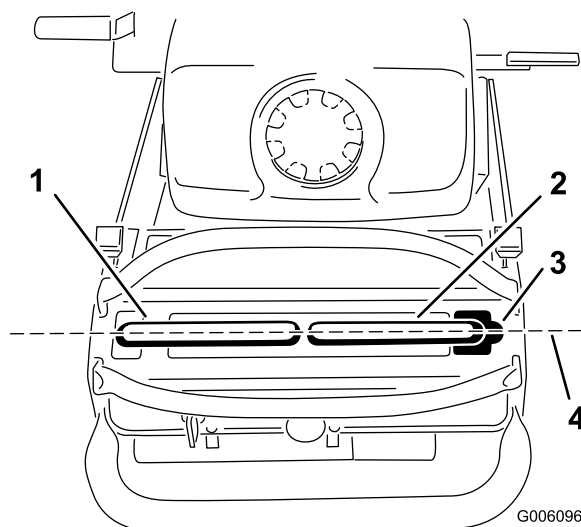

Figura 44
Importante: Dopo aver regolato le leve di controllo del movimento, assicuratevi che l'allineamento del tosaerba sia corretto. Dopo aver regolato l'allineamento, le leve di controllo del movimento potrebbero non allinearsi longitudinalmente (Figura 44).
- Una volta terminato l'allineamento orizzontale, controllate l'allineamento longitudinale (Figura 44).